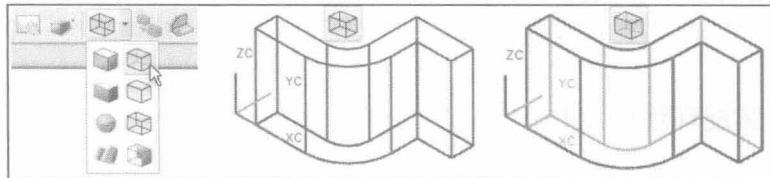

图 1.12 部件的渲染特性
- (10) 改变部件的渲染特性：单击“静态线框（Static Wireframe）”按钮，显示结果如图 1.12（中）所示。单击“带有变暗边的线框（Wireframe with Dim Edges）”按钮，显示结果如图 1.12（右）所示。